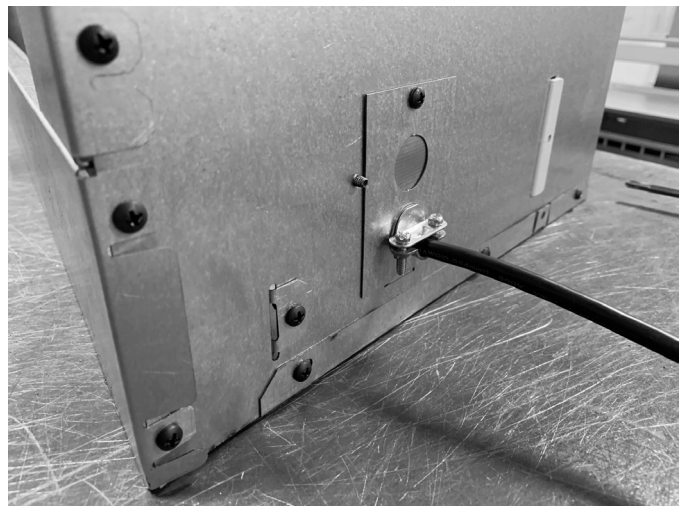

Figure 5.2 Remise en place du couvercle de la boîte de jonction
- Effectuez tous les raccordements de fils nécessaires à la boîte de jonction et fixez à nouveau la plaque de recouvrement à la coquille extérieure de la boîte à feu. Consultez la figure 5.2.